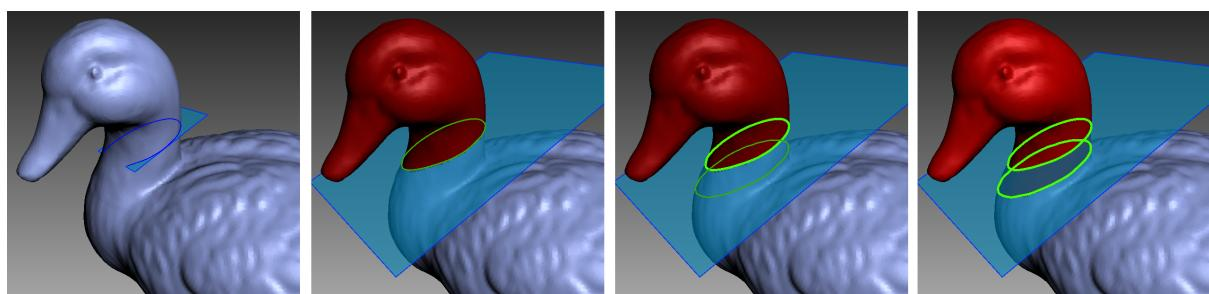

Рис. 9.10: Внешний вид контуров (слева направо): незамкнутый контур (1), замкнутый контур (2), контур выбран (3), пара контуров выбрана (4).
**Синий** (см. изображение 1 на Рис. 9.10), если контур незамкнутый.
**Зеленый (простой)** (см. изображение 2 на Рис. 9.10), если контур замкнутый.
**Зеленый (подсвеченный)** (см. изображение 3 на Рис. 9.10) применяется к выбранному в данный момент контуру или полигонам под (над) выбранной плоскостью. Для переключения между отображаемыми полигонами нажмите кнопку *Инвертировать направление*.
**Пара зеленых подсвеченных контуров** (см. изображение 4 на Рис. 9.10) подсвечивает оба контура в списке, если выбрана пара контуров с помощью клавиши **Ctrl**. Одновременно с подсветкой Artec Studio вычисляет разность площадей и периметров этих контуров.